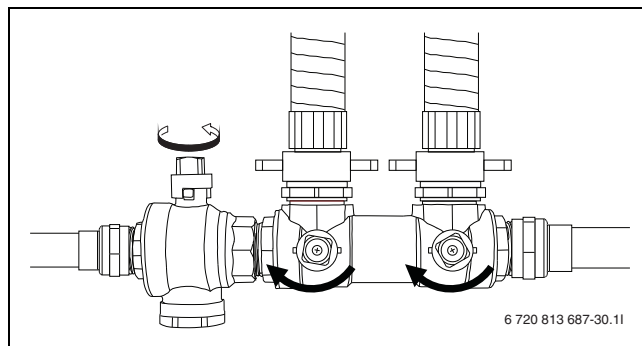

Bild 17 Påfyllnadssatser i tryckhöjningsläge
- ▶ När urluftningen är klar ska kretsen trycksättas. Vrid ventilerna på påfyllnadssatsen till tryckhöjningsläge och trycksätt kretsen till 2,5 - 3 bar (→ Bild 17).